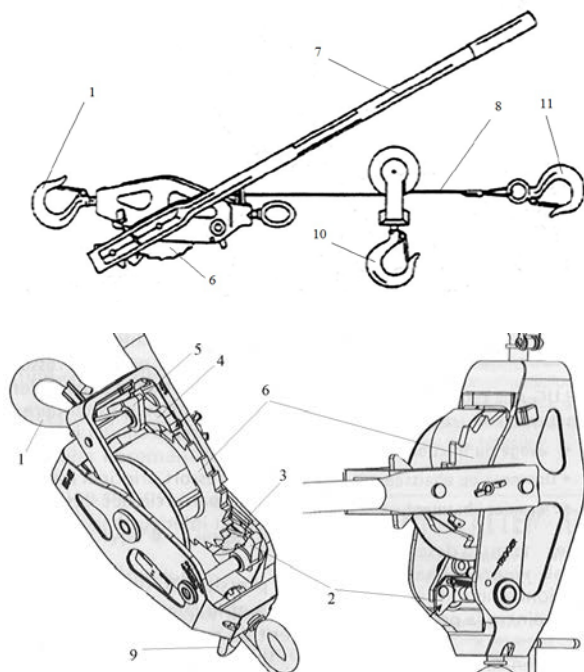

Рис.1. Лебедка ручная РТ 500
Основные элементы устройства схематично показаны на Рис. 1.
Барабан с зубчатым (храповым) колесом (6), на который наматывается трос (8) с подвижным крюком (11) на конце для крепления к грузу; Рукоятка (7) служит рычагом для приложения усилия, на ней закреплен толкатель (4), упирающийся в рабочий положение в один из зубьев храпового колеса (6). Благодаря предохранительной щеколде (5), толкатель (4) может быть зафиксирован в одном из двух положений: либо толкатель упирается в зуб храпового колеса (как показано на рис. 1), либо он выведен из зацепления с храповым колесом и с ним не контактирует.